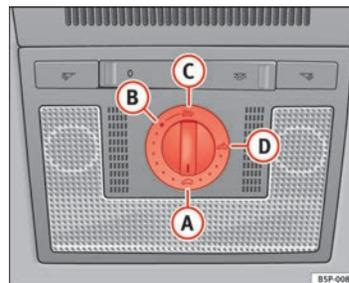

Fig. 71 Pormenor do revestimento interior do tecto de abrir / deflector
Se o tecto de abrir voltar a ser aberto pelo limitador de força, poderá fechá-lo então, carregando o botão giratório para a posição (A) ⇒ Fig. 71, à frente, até o tecto de abrir ficar totalmente fechado. **Ter em atenção que o tecto de abrir se fecha neste caso sem a função de antientalamento.**